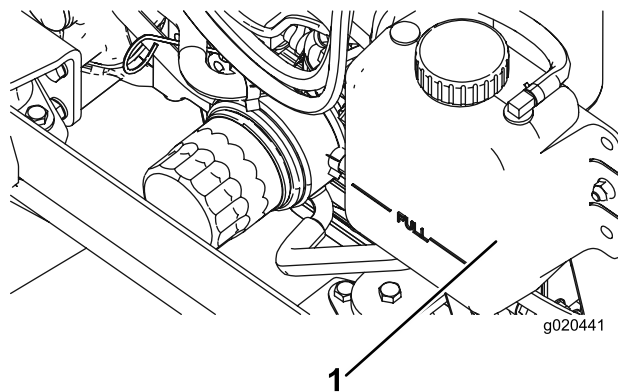

Figura 98
1. Togliete con cautela il tappo del radiatore e il tappo del serbatoio di espansione (Figura 98).